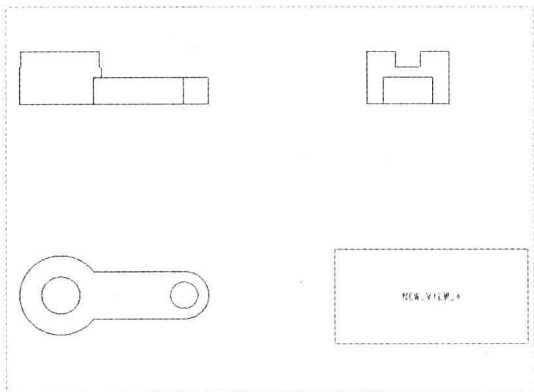

图 12-62 拭除视图
Step 03 在绘图区右下方的视图上单击鼠标左键,即可拭除视图,如图 12-62 所示。